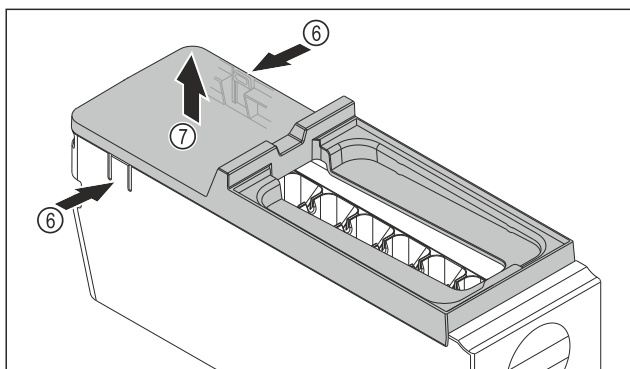

Fig. 142
- Scoateți apărătoarea corpului EasyTwist-Ice: Apăsați eclisele Fig. 142 (6) de pe ambele părți ale corpului EasyTwist-Ice cu o mână.
- Scoateți apărătoarea Fig. 142 (7) cu cealaltă mână în sus.